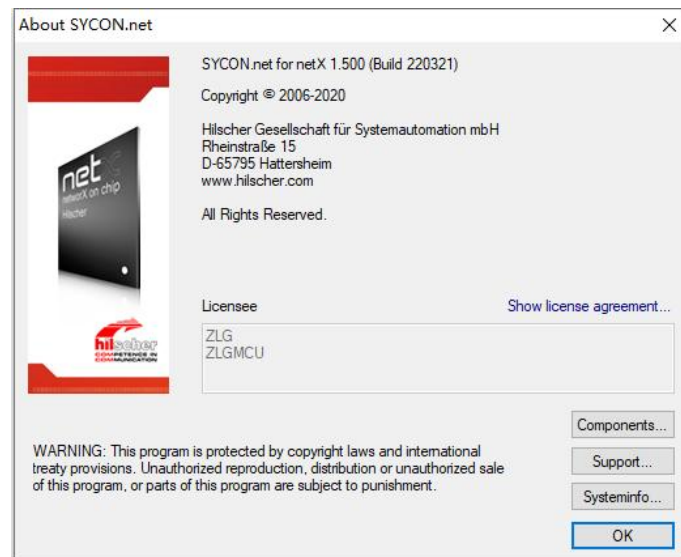

图 3.1 测试使用的软件版本
- (1) 个 ZCPC-80801 耦合器模组、1 个 ZMTC-EF1200 步进电机模组，一个小型步进电机。还需要 1 个 ZMB-EF1200-4 分线底板用于连接模组。
- (2) 安装赫优讯 CIFY 90E 主站卡的工控机电脑一台。
- (3) 24V 电源。
- (4) 在工控机电脑安装 SYCON.net 软件，本用例使用的版本为 1.500，如下图 3.1 所示。